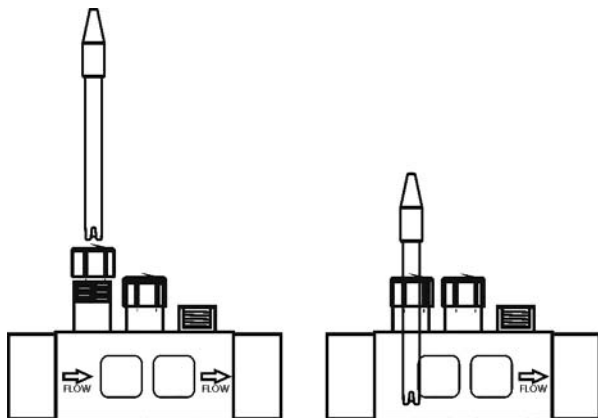

Fig. 12
1. Insertar la sondas de pH/ORP suministradas con el equipo en los alojamientos correspondientes del portasondas. (Fig. 12)